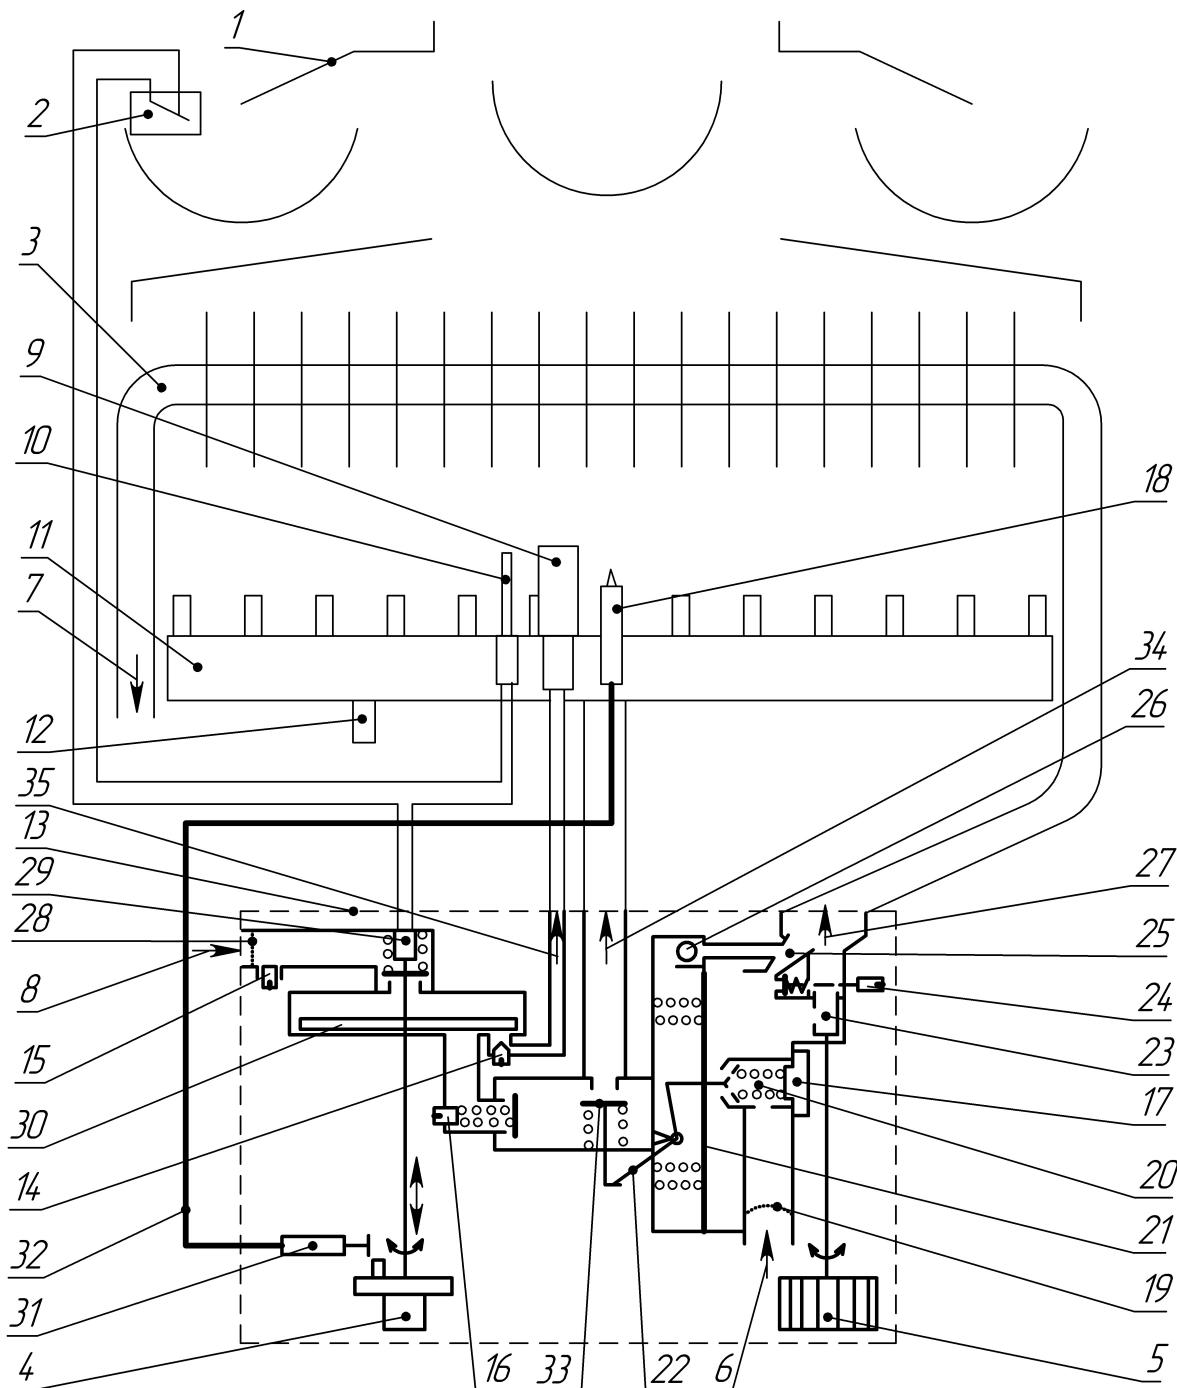

Рисунок 2. Функциональная схема аппарата
1.4.4 При нажатии ручки 4 в положении «Розжиг» (рис.11) открывается электромагнитный клапан 29 (рис. 2), и газ поступает к запальной горелке 9. При дальнейшем повороте ручки 4 в нажатом состоянии против часовой стрелки до упора срабатывает устройство пьезорозжига 31 (рис. 2), вызывая появление искрового разряда между свечой 18 и корпусом запальной горелки 9 и воспламенение запальной горелки.
1.4.5 Термопара 10, нагреваемая пламенем запальной горелки 9, передает ЭДС электромагниту клапана 29 (рис. 2). В дальнейшем, электромагнит удерживает клапан открытый и обеспечивает доступ газа к запальной и основной горелкам. Во время прогрева термопары (10...30 секунд) ручку 4 необходимо удерживать нажатой.
1.4.6 При дальнейшем повороте ручки 4 (в ненажатом состоянии) против часовой стрелки открывается подача газа к газовому клапану 33 (см. рис. 2), управляемому мембранный 21. При возникновении достаточного протока воды через аппарат (при открывании крана горячей воды) газовый клапан 33 открывается мембранный 21 через рычаг 22, и газ поступает в основную горелку. Далее происходит воспламенение воздушно-газовой смеси от запальной горелки.